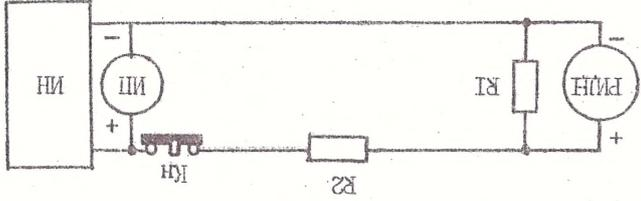

Рис. 3. Схема проверки извещателя РИИ-1
7.3. Проверьте работоспособность извешателей от источника питания, собрав схему рис.3 (Приложение 3), установив по прибору ИИИ напряжение 260 В. Извешатель считается работоспособным, если:
9.2. Соедините схему согласно рис.3 приложения 3. Соедините детулированные винты 12 и 13 источник питания. Источник пилы и троса в воздухе приводит к загромождению извещателей, что может нарушить его работоспособность. В связи с этим должна производиться продувка извещателей один раз в год.
9.7. Выверните винт 12 до отказа. Накиньте ключку Кн (см.рис.3 приложения 3). Металлом вворачивайте винт 12 до срабатывания извещателя, контролируя напряжение засигналя. Выдержите извещатель в течение 1 мин.